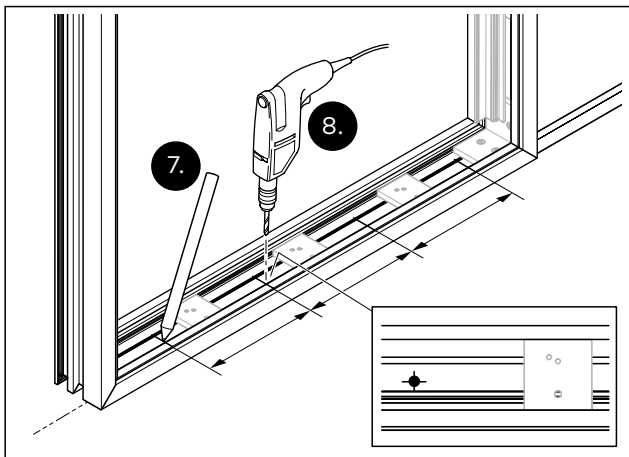

Abb. 23 Mindestens 3 Löcher pro Meter durch den Akustikelementrahmen in den Untergrund bohren
7. Mindestens 3 Löcher pro Meter im unteren Teilstück des Akustikelementrahmens anzeichnen (Abb. 23).